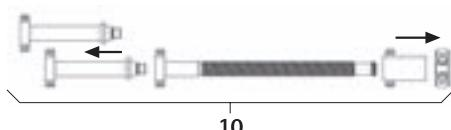

Fig. 6
- Démonter le distracteur à broche 10, voir Fig. 6.